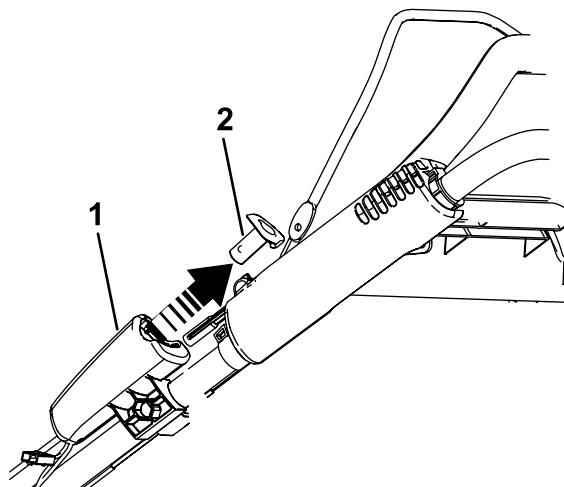

Figura 23
1. Retire el botón de arranque eléctrico tal y como se muestra en la Figura 23 (modelo de arranque eléctrico solamente).